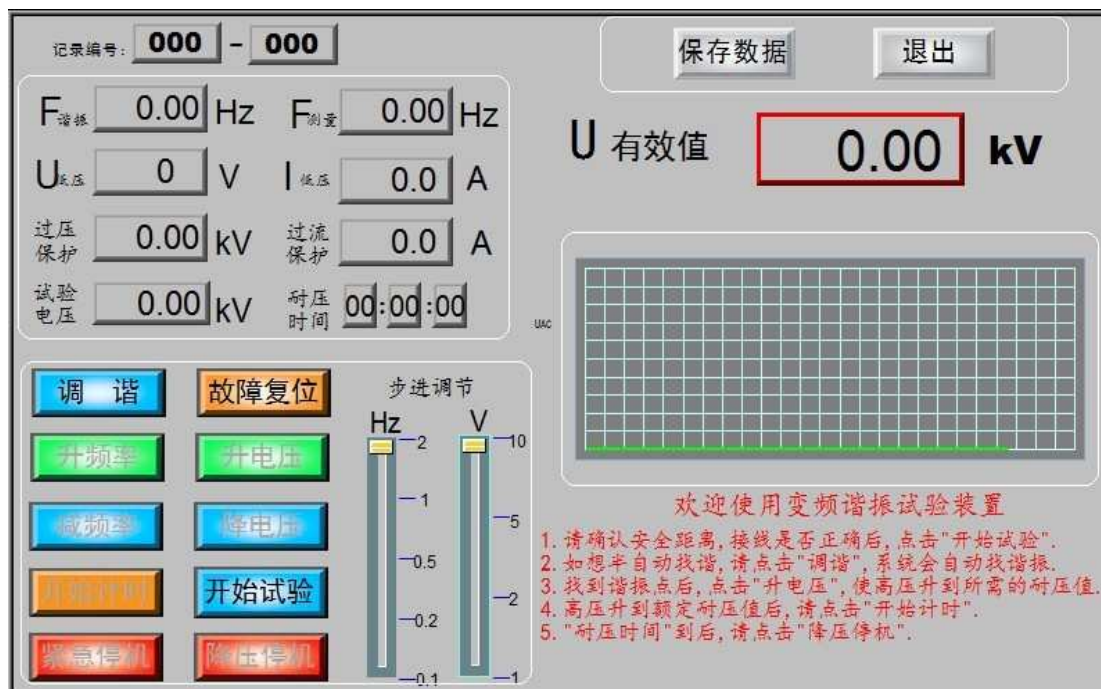

图 12
- 手动试验：当“试验参数”设置完时，点击“手动试验”，进入“手动试验”界面，显示界面如图 12 所示。